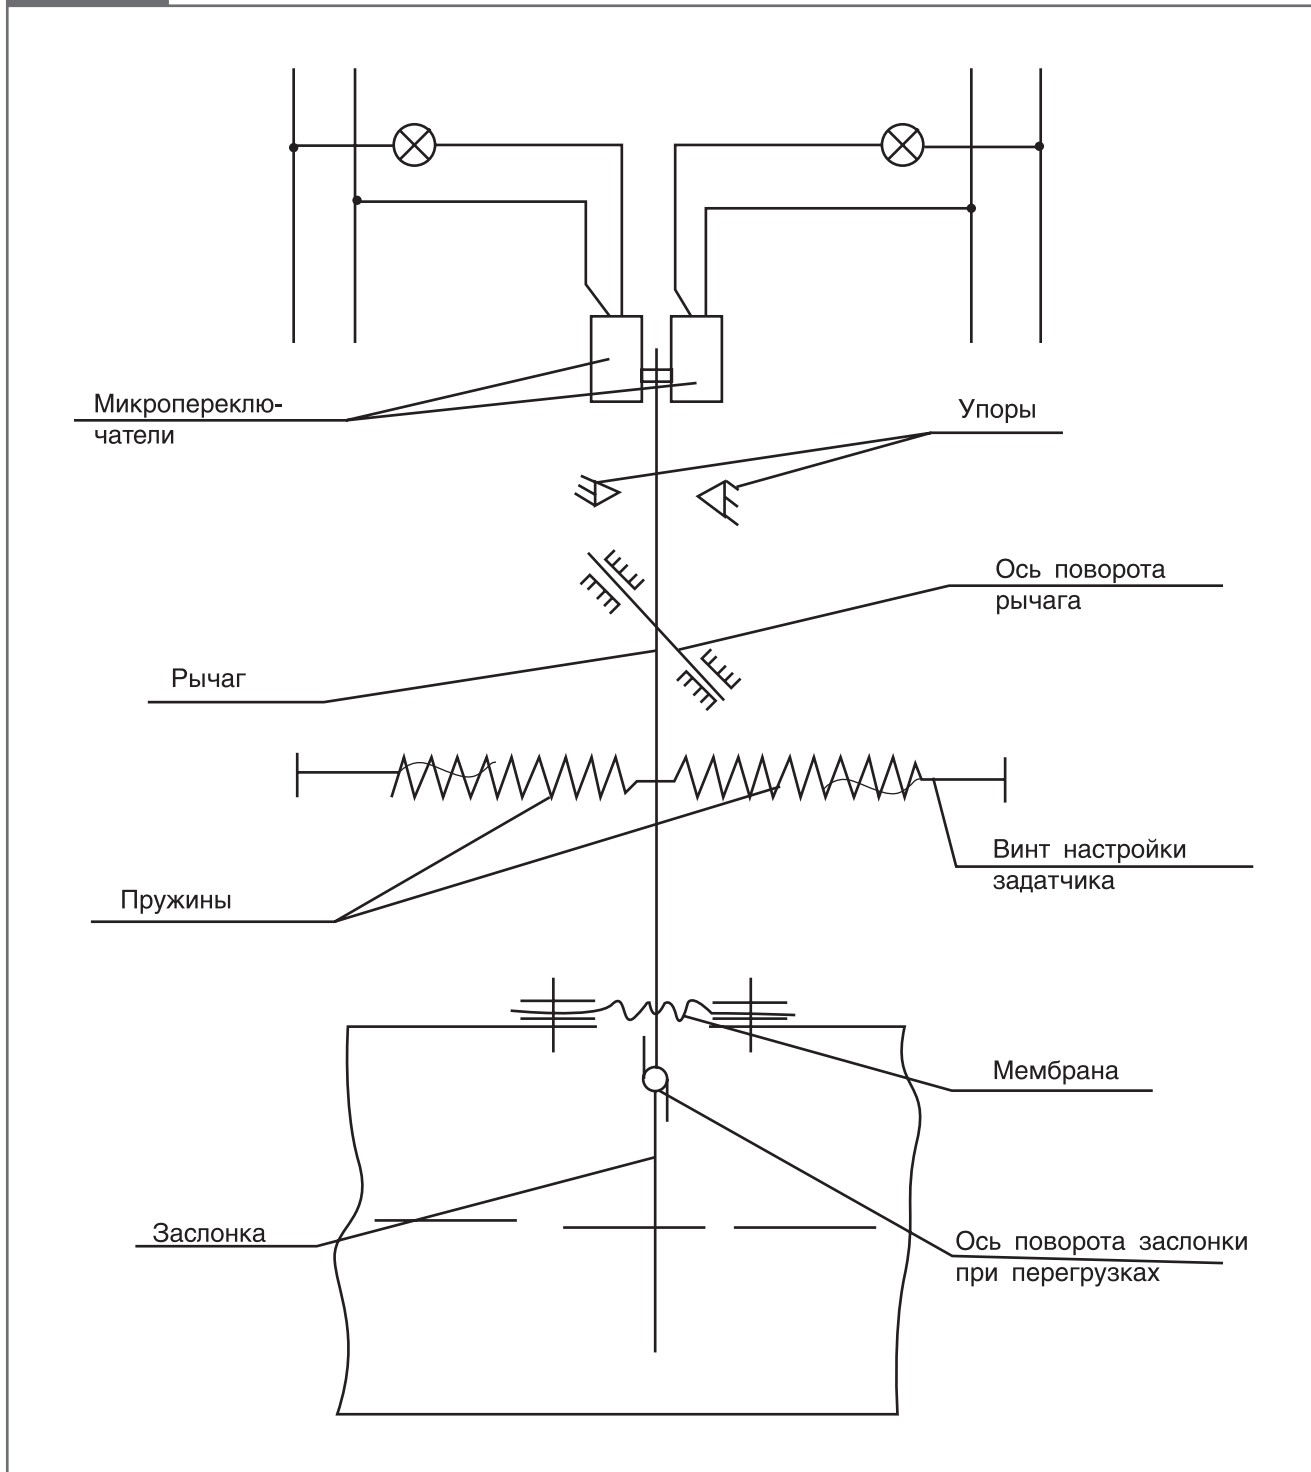

Рисунок 2
Пружины предназначены для настройки датчика-реле на уставку в зависимости от величины скорости потока воздуха (см. рисунок 2).
- Датчики-реле выпускаются настроенными на максимальную уставку, цепь выводов 1-2 разомкнута, цепь выводов 3-4 замкнута (см. рисунок 2).